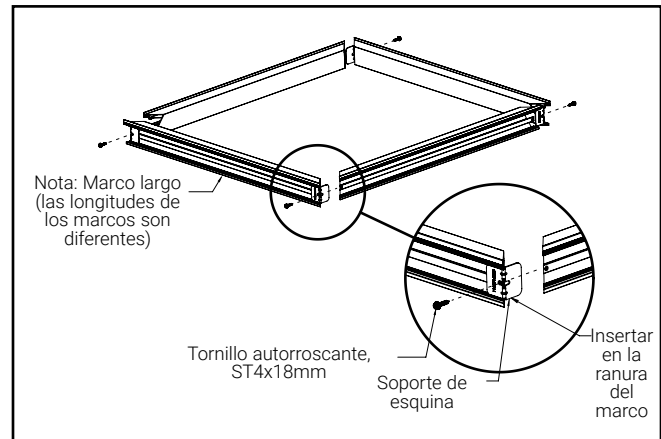

Figure 2.
3. Utilice soportes de esquina y tornillos ST4x18mm para conectar el marco (Fig. 2).